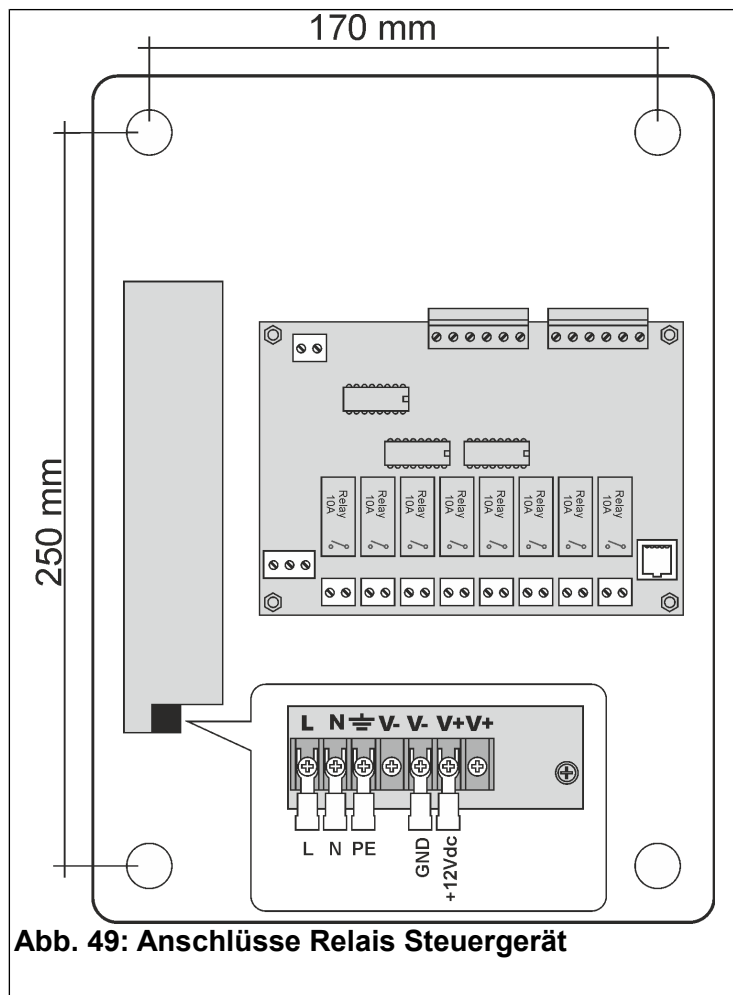

Abb. 49: Anschlüsse Relais Steuergerät
- Das **Relais Steuergerät** mittels der 4 Bohrungen am Boden befestigen (Abb. 49).
5.1.1 Stromkreis des Schutzleiters (PE) für die Erdung
Der Schutzleiter (PE) für die Erdung muss einen Querschnitt aufweisen, der nicht unter jenem der anderen dem **Relais Steuergerät** zugeführten Leitern liegt. Den Erdleiter an die entsprechende mitgelieferte Gabelklemme anschließen, siehe hierzu Abb. 49. Die mitgelieferte Klemme eignet sich für Kabel mit Querschnitt 0,5–1,5 mm².
Die Versorgungsleiter, wie in Abb. 49, dargestellt, an die Klemmen L und N des Netzteils anschließen, und zwar unter Verwendung der entsprechenden mitgelieferten Gabelklemmen für Kabel mit Querschnitt 0,5-1,5 mm².